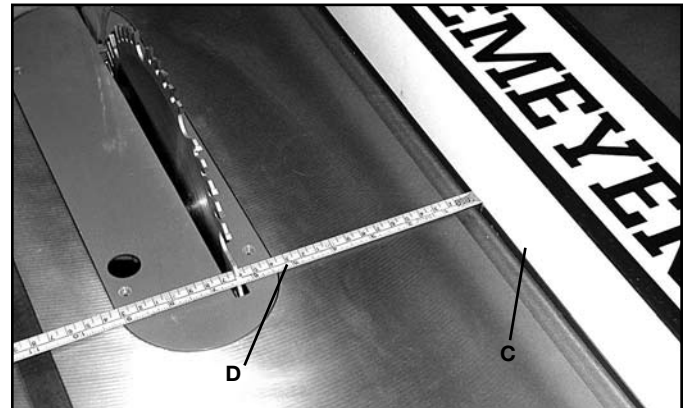

FIG. 24
2. Alinee el lado de la guía (C) Fig. 24 con la ranura de inglete de la sierra de banco y trabe la guía en su lugar. Con una cinta métrica (D), mida la distancia entre la hoja de la sierra y el lado de la guía.